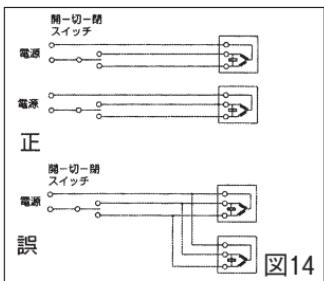

図14
- Z. 2台以上のアクチュエータを一つの切り替えスイッチで開閉させると、廻り込み回路ができ誤作動しますので、1台ずつスイッチし、またはリレー接点を設けてください。(図14)